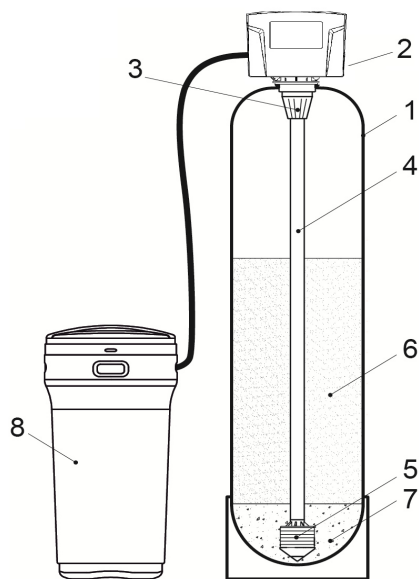

Рис. 3
5.8 В состав фильтра-умягчителя входят (см. Рисунок 3):